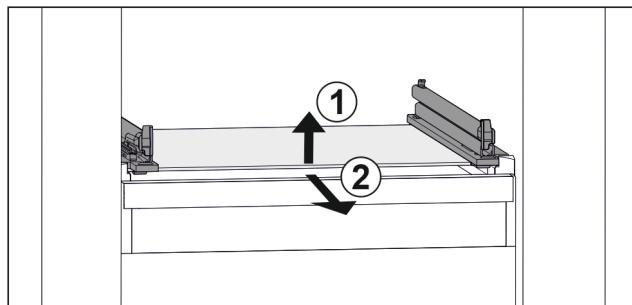

Fig. 140 Примерное отображение стеклянной пластины
- Приподнимите стеклянную пластину спереди. Fig. 140 (1)
- Извлеките стеклянную пластину движением вперед. Fig. 140 (2)